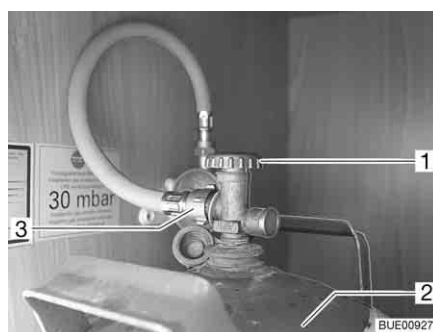

Fig. 79 Vano portabombole
- Chiudere la valvola principale di arresto (Fig. 79,1) della bombola del gas (Fig. 79,2). Osservare la direzione della freccia.
- Svitare manualmente il tubo del gas (Fig. 79,3), dalla bombola del gas (filettatura sinistrorsa).